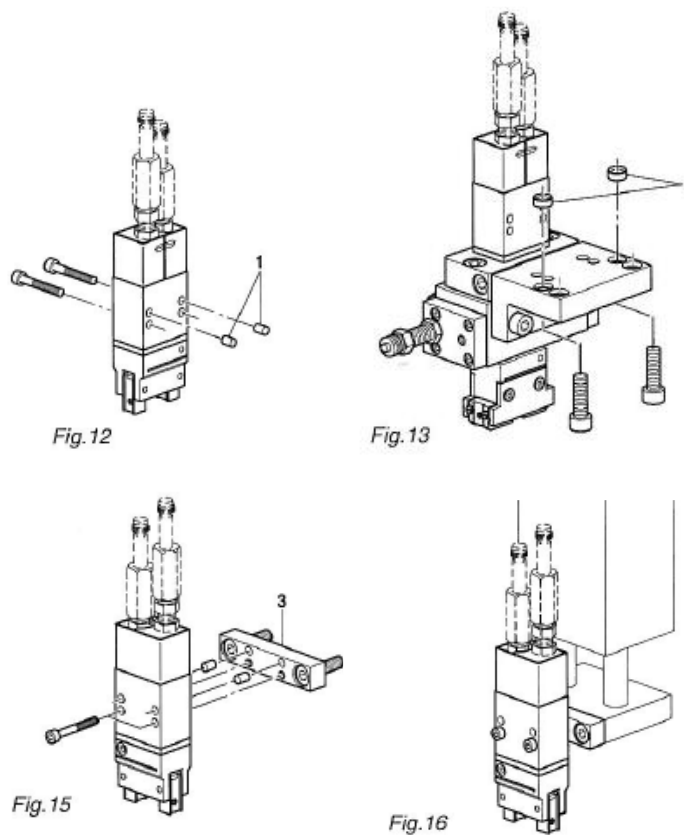
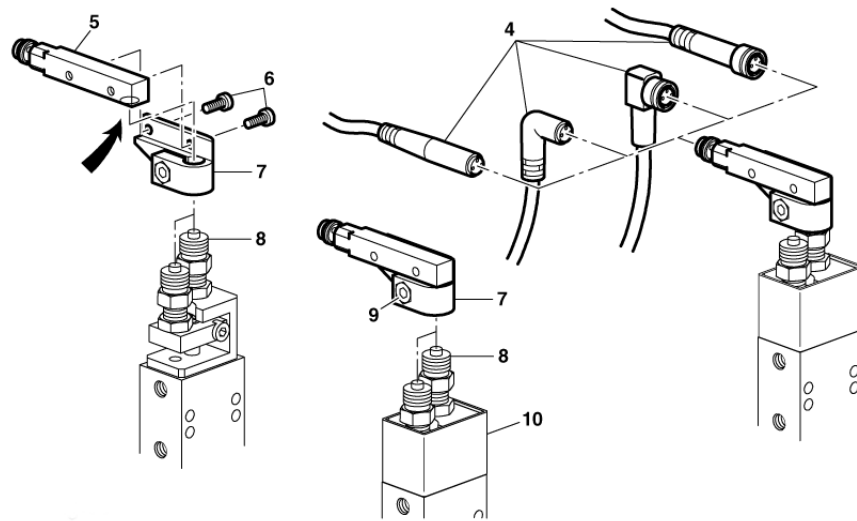

Abb. 10 Befestigungsmöglichkeiten GMQ 12 / GMQ 12 / RM 12 Module
Abb. 15 Montage der Initiatoren (8x8 mm)
Das GMQ 12 Modul kann durch Anbau von Verbindungsstück (3) mit einem Linearmodul verbunden werden (Abb. 10, Fig. 15 – 16).